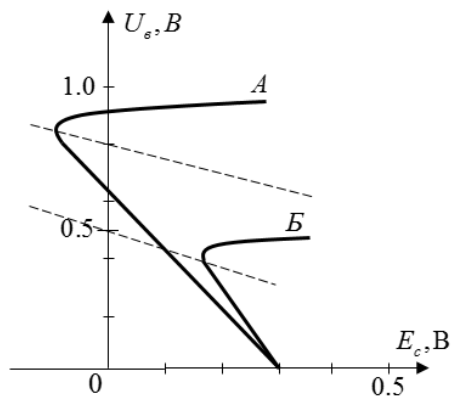

Рис.1.17
- 1.45.** Диаграмма срыва А на рис.1.17 построена для  $k = 0.2$ . Что можно сказать о  $k$  для диаграммы Б? В каком соотношении  $SR_y$  для диаграмм А и Б?